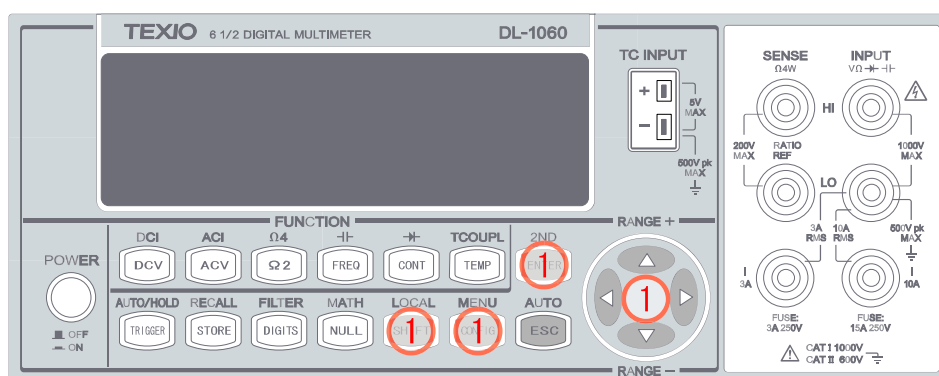

図 3-31
- ① ◀・▶、ENTER ボタン等を使い、MENU(SHIFT+CONFIG) > SYSTEM > BEEP > ON/OFF の順で操作し、ビープ音の ON/OFF を設定します。使用するボタンを図 3-31 に示します。